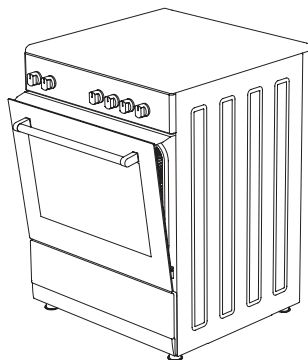

Figure 29
4. Ensuite, fixez le panneau de sécurité entre le four et le couvercle avant en fermant doucement le couvercle. (Figure 29)